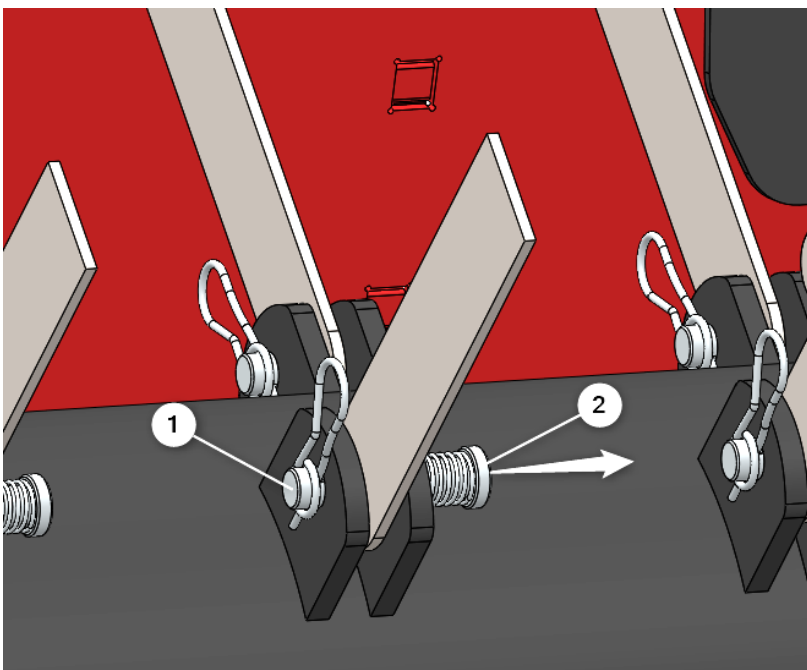

Abb. 11
6. Entfernen Sie die Klammer (1), stützen Sie das Messer ab und schieben Sie den Stift (2) heraus. Das Messer kann nun herausgenommen werden (Abb. 11).